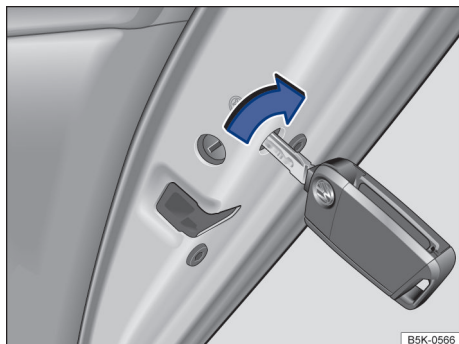

Fig. 61 Na parte dianteira da porta traseira direita: travamento de emergência do veículo com a chave do veículo.
- Inserir a haste da chave ou a chave de emergência na fenda vertical e girar → Fig. 61.